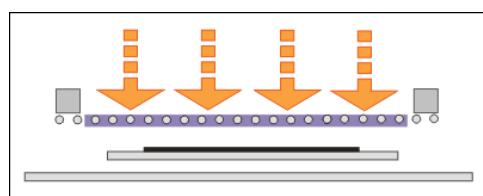

Imagen 206_03
5. Aplicar presión para efectuar el contacto (Imagen 206_03)